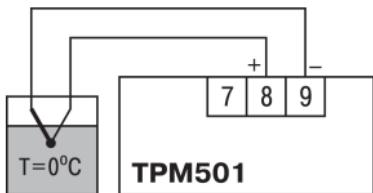

Рисунок 8.7 – Схема подключения
1. Выключить питание прибора. Отключить от входа сигнал потенциометра и подсоединить вместо него концы отградуированной термопары соответствующего типа. Поместить рабочий спай ТП в сосуд со смесью воды и льда (температура 0°C), см. *рисунок 8.7*.